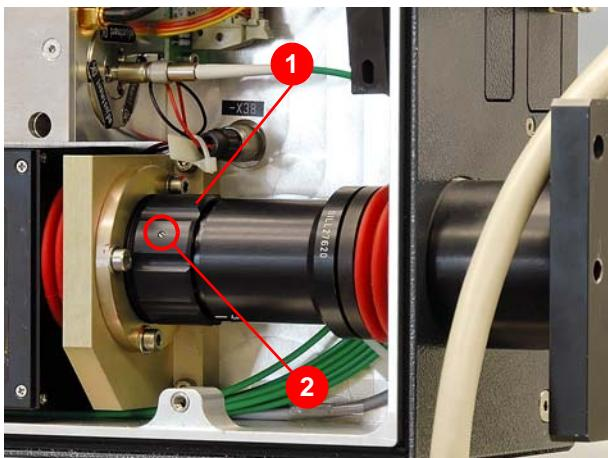

Abbildung 6.21 Fokuspunkt einstellen
- Justage in Ordnung (1) (Querschnitt kreisförmig)
- Zu breit (2) (Querschnitt kreisförmig)
- Y-Abmessung zu breit (3) (Querschnitt elliptisch, X-Achse > Y-Achse)
- X-Abmessung zu breit (4) (Querschnitt elliptisch, X-Achse < Y-Achse)
11. Ggf. Fokuspunkt durch Verstellen des Justageringes (1) (Abbildung 6.21) verändern.